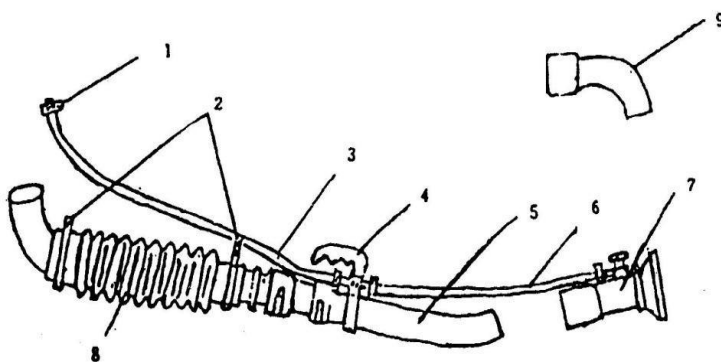

Fig. 4
1. Ущільнювальна прокладка 2. З'єднувач 3. Гайка під тиском 4. Підключи розпилювальну трубку до пристрою, як показано на рис. 4.